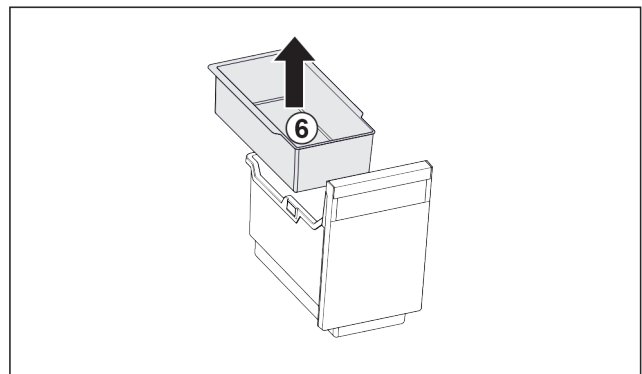

Fig. 105
- ▶ Inhangschaal Fig. 105 (6) verwijderen.